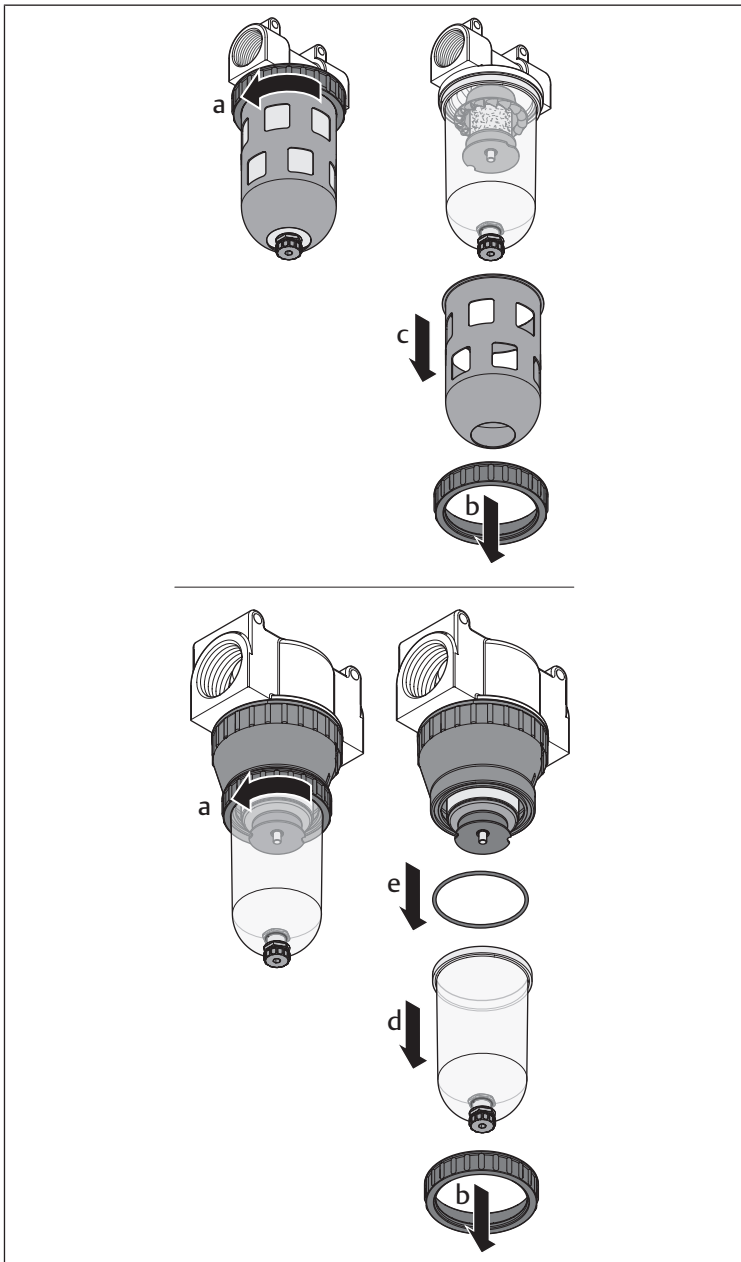
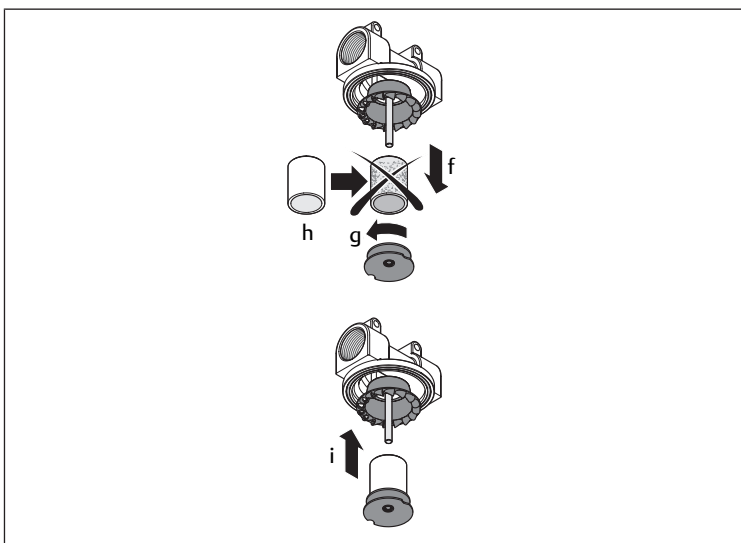

Abb. 4: Schutzkorb und Behälter demontieren/montieren
Abb. 5: Filter auswechseln
Siehe → Abb. 4, → Abb. 5.
8. Bauen Sie den Behälter in umgekehrter Reihenfolge wie in → Abb. 4 beschrieben wieder ein.